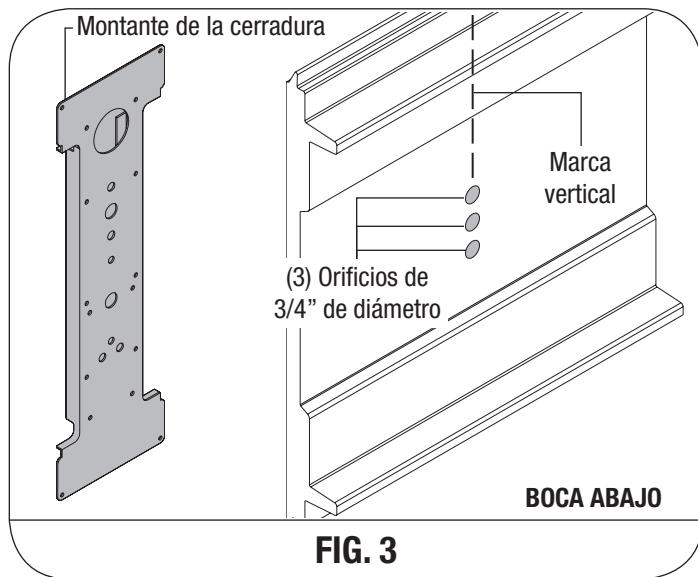

FIG. 3
EN LAS PUERTAS DE LA 5120/5145/6100/9100/9405 & 9600, (VER FIG. 3): Coloque la sección de la cerradura boca arriba sobre (2) caballetes acolchados para una puerta simple o (3) caballetes acolchados para una puerta doble. Localice el centro del montante central, mida la distancia desde el extremo de la sección al centro del montante central. Voltee la sección boca abajo, transfiera la medición y marque una línea vertical suave. Alinee el centro del montante central con la marca vertical, use el montante de la cerradura como plantilla para marcar los (3) orificios, quite el montante de la cerradura y taladre (3) orificios de $3/4"$ de diámetro a través de la sección.